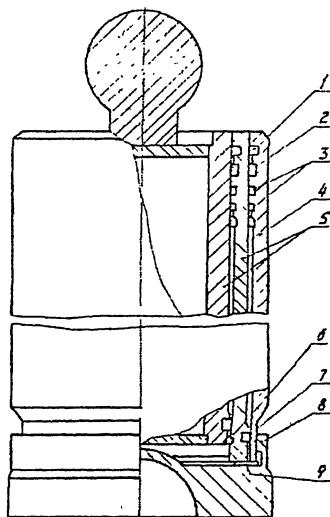

Рис. 10 – Гидроцилиндр
1) Гидроцилиндр (рис.10) телескопический, двухступенчатый и предназначен для опрокидывания груженой платформы. Состоит из двух труб 5, крышки 8 с прокладкой 9, колец очистительных 1, уплотнительных 3, одного стопорного кольца 6. Наружная труба 4 является корпусом гидроцилиндра.